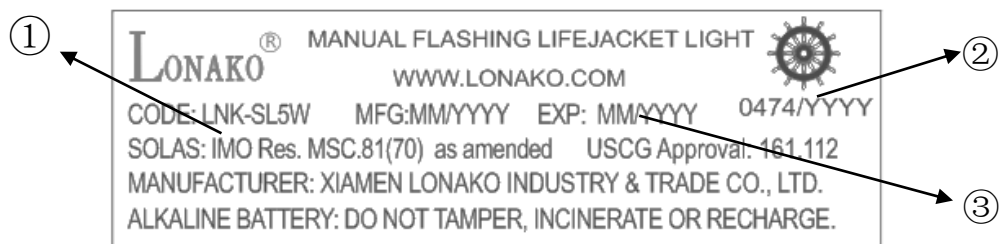

图 2-3
2.2.1 LNK-SL5 和 LNK-SL5W 救生衣灯之间的区别可以通过手动开关标签识别，如图 2-2 所示；用户也可以通过如图 2-3 所示的产品标签上的产品型号识别。
2.4.1 LNK-SL5 和 LNK-SL5W 救生衣灯的标准产品标识内容如下图 2-3 所示: